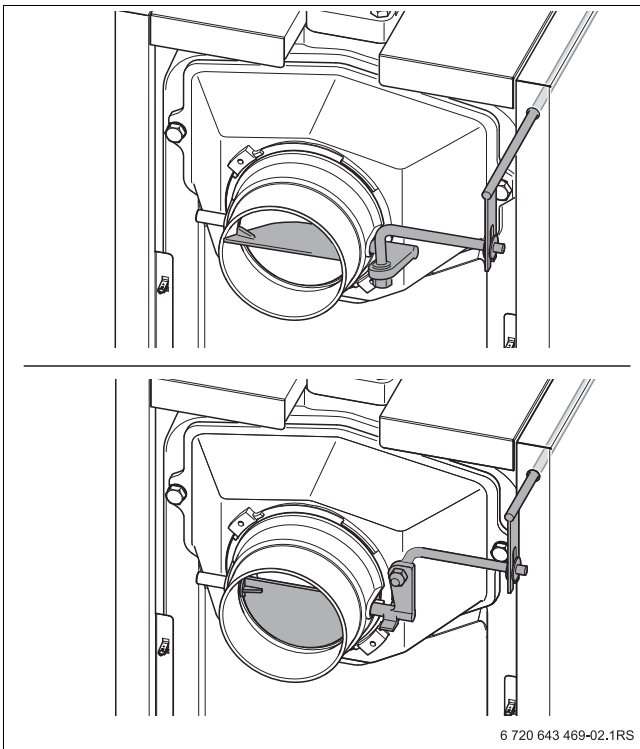

Fig. 8 Válvula de escape (arriba abierta; abajo cerrada)
- ▶ Para evitar pérdidas de calor en la chimenea, cerrar en lo posible la válvula de escape dependiendo del tiro de la chimenea (→ fig. 8, abajo).
- ▶ Si los gases de escape no salen correctamente (tiro de la chimenea insuficiente), abrir de nuevo un poco la válvula de escape (→ fig. 8, arriba).
- ▶ Para disminuir la formación de humo en el área de instalación durante la recarga, abrir la válvula de escape (→ fig. 8, pág. 11, arriba).
- ▶ Cerrar la puerta de recarga [1] y la válvula de escape (→ fig. 8, pág. 11).